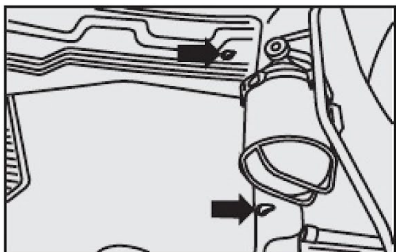

fig. 3
**cada unidade e seu respectivo posicionamento. O sistema dispõe de presilhas de fixação fig. 3 para auxiliar na sua retenção no assoalho. A disposição indevida, ou o uso de um tapete não homologado, pode se tornar um obstáculo ao acionamento dos pedais. Utilize, exclusivamente, tapetes originais e/ou homologados pela FIAT, evitando materiais não autorizados.**